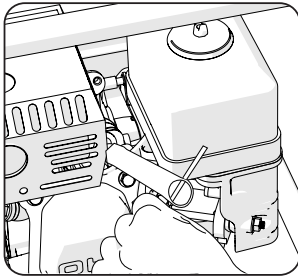

Abb. 20
- Stellen Sie sicher, dass der Motor ausgeschaltet ist und der Kraftstoffhahn in der Position „OFF“ (ZU) ist.
- Entfernen Sie die Zündkerze mit einem Zündkerzensteckschlüssel und T'-Stab (im Lieferumfang enthalten). **(Abb. 20)**